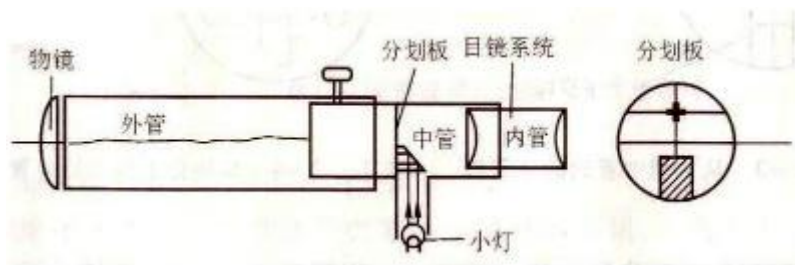

图 2 望远镜结构
(3)望远镜——观测用，由物镜和目镜系统组成，为了调节和测量，物镜和目镜之间还装有分划板，它们分别置于内管、外管和中管内，三个管彼此可以相互移动，也可以用螺钉固定。参看图2，目镜在内管中，分划板在中管中，分划板下方紧贴一块 45° 的全反射棱镜，棱镜与分划板的粘贴部分涂成黑色，仅留一个绿色的小十字窗口。光线从小棱镜的另一直角边入射，从 45° 反射面反射到分划板上，透光部分便形成一个在分划板上的明亮的十字窗。